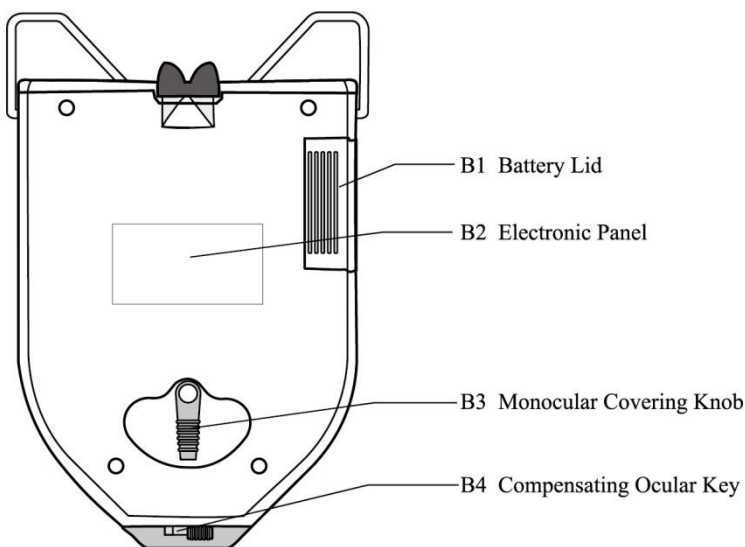
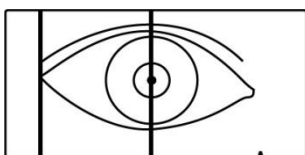
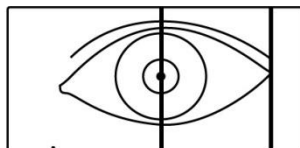

Fig.3
Fig.8a (Medindo a distância pupilar direita)
Fig.8b (Medindo a distância pupilar esquerda)
a. Quando precisar medir a distância pupilar esquerda ou direita, gire o botão de cobertura monocular (conforme mostrado na Fig.3 NO.3), que pode cobrir o outro olho completamente (conforme mostrado nas Fig.8a e Fig.8b)